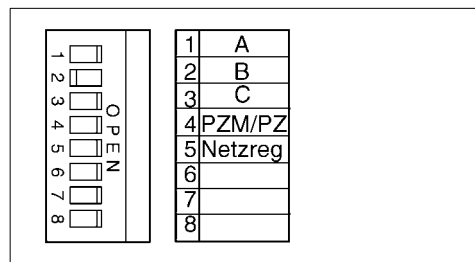

Abb. 2: DIP-Schalter
Der Härtebereich des Leitungswassers muss an der elektrischen Schaltung mit Hilfe des DIP-Schalters (26) eingestellt werden. Dem Härtebereich zugeordneten Kontakt schließen (nach links schieben; siehe Abb. 2).